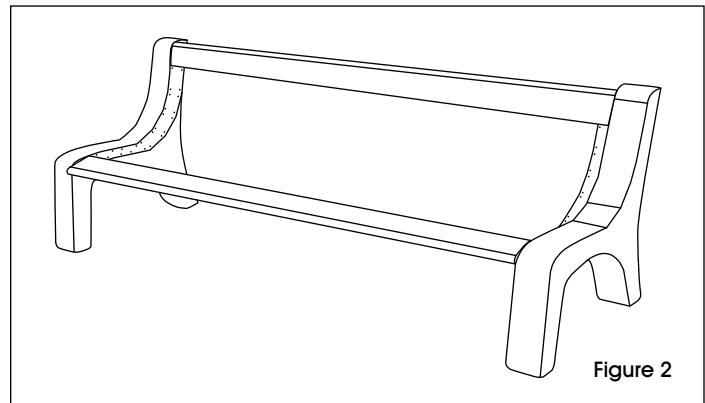

Figure 2
1. Répétez l'étape 2 pour la planche supérieure à bords arrondis. (Voir Figure 2)